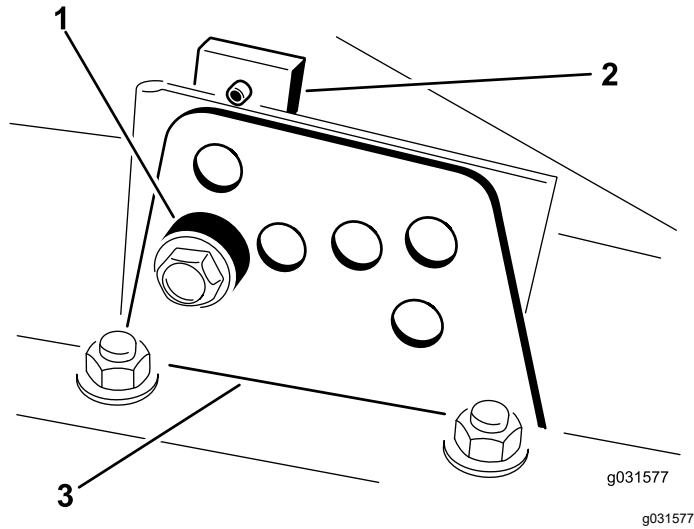

図 17
2. 図 17 のように、各刈り高ブラケットを刈り高プレート前と右と左に固定しているボルトをゆるめる。
4. チェンバを支えておきながらスペースを取り外す 図 17。